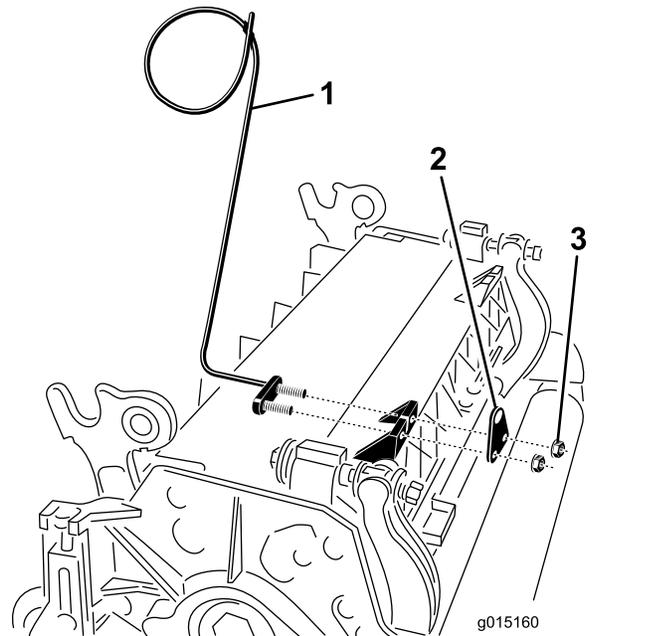
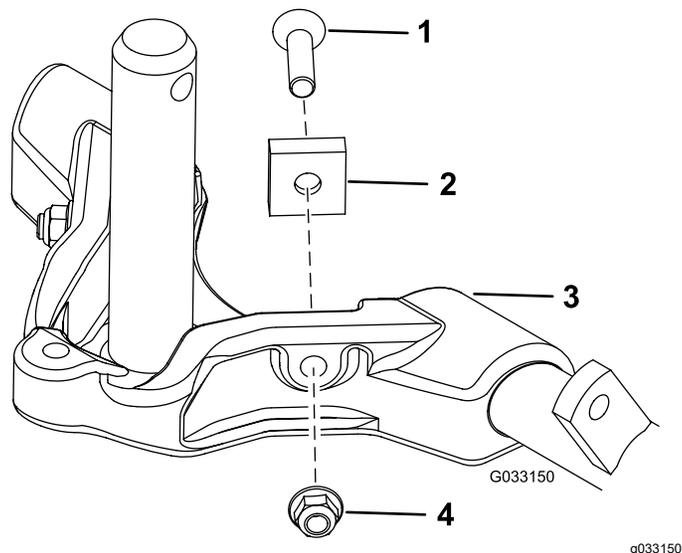

**Figura 12**
**Figura 14**
**Importante:** Sull'elemento di taglio n. 4 (anteriore sinistro) e n. 5 (anteriore destro), utilizzate i dadi di fissaggio della staffa dell'asta per montare le guide del flessibile sulla parte anteriore delle alette dell'elemento di taglio. Le guide del flessibile devono essere inclinate verso l'elemento di taglio (da **Figura 12** a **Figura 14**)
7. Aumentate lo sterzo degli apparati di taglio posteriori rimuovendo i 2 distanziali del perno, le viti a esagono incassato e i dadi di bloccaggio flangiati (Figura 15) dai telai portanti degli apparati di taglio (apparati di taglio 2 e 3) posteriori; fate riferimento a Figura 12.